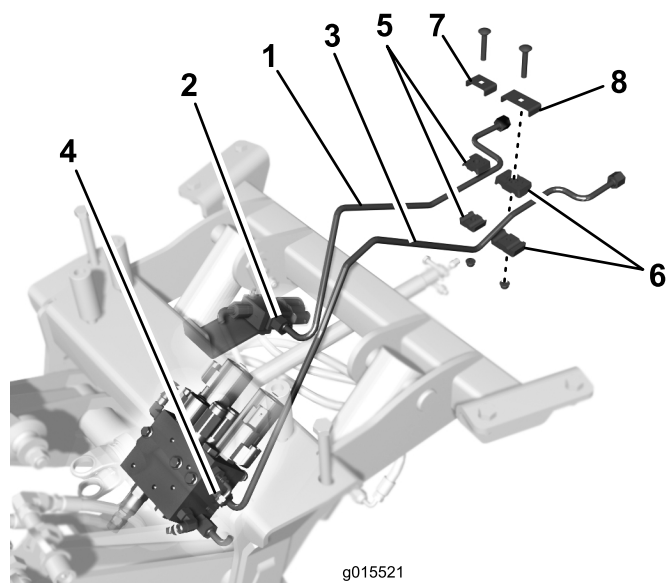

Figura 9
3. Collegate l'estremità posteriore del tubo idraulico più corto al tubo sulla macchina (Figura 9).
4. Collegate l'estremità posteriore del tubo idraulico più lungo al tubo sulla macchina (Figura 9).
6. Fissate, senza serrarlo, il tubo idraulico più corto al tubo adiacente della macchina con il morsetto piccolo per tubi, la piastra, la vite a testa tonda e il dado flangiato, come mostrato nella Figura 9.
7. Fissate, senza serrarlo, il tubo idraulico più lungo al tubo adiacente della macchina con il morsetto più grande per tubi, la piastra, la vite a testa tonda e il dado flangiato, come mostrato nella Figura 9.